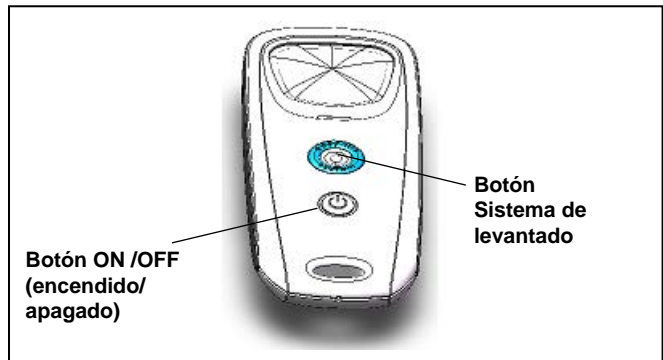

Figura 20. Control remoto 9550 Sport/P955
Mantenga presionado  durante 3 segundos (véase Figura 20).
- Para retirar el limpiador de la piscina utilizando el control remoto, presione  (véase Figura 20).